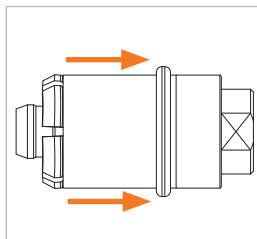

Abbildung 2
- ▶ Ziehen Sie die Griffhülse (Pos. 1) des Adapters nach hinten (*Abbildung 2*). Der Adapter wird geöffnet.